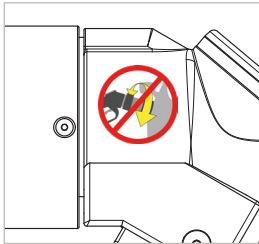

Abbildung 14
- ▶ Platzieren Sie den neuen Aufkleber an der gleichen Stelle (Abbildung 14).